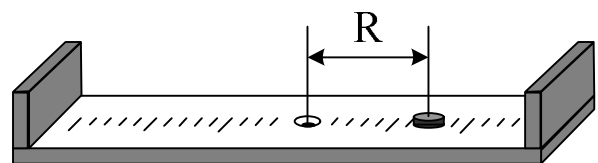

Рис. 4
3. Зніміть платформу з диска і покладіть на неї дерев'яну шайбу на відстані $R=4$ см від отвору (рис.4).